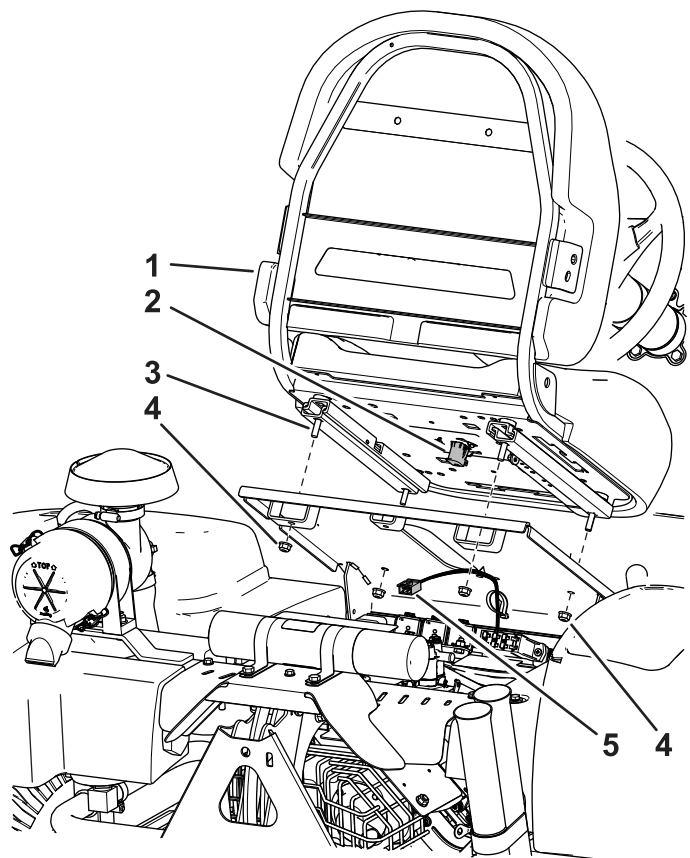

図 4
3. 運転席をシートベースに固定する先ほど外したナット4個を利用する **図 4**を参照。
4. マシンのワイヤハーネスを探し出して座席スイッチに接続する **図 4**。